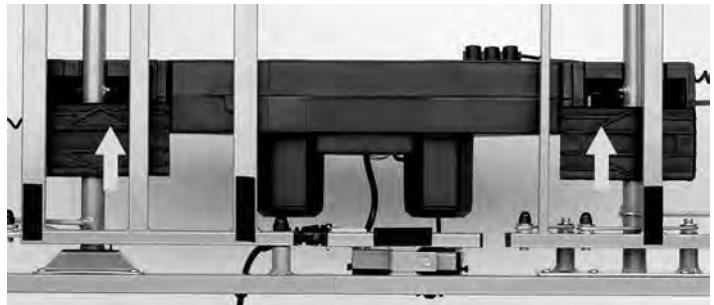

Fig. 7
7. Accrochez le moteur en caisson aux pièces de levage du plan de couchage. Le moteur en caisson est fixé des deux côtés à l'aide des coulisseaux de fermeture (fig. 7). Veillez à insérer les coulisseaux de fermeture jusqu'à la butée.